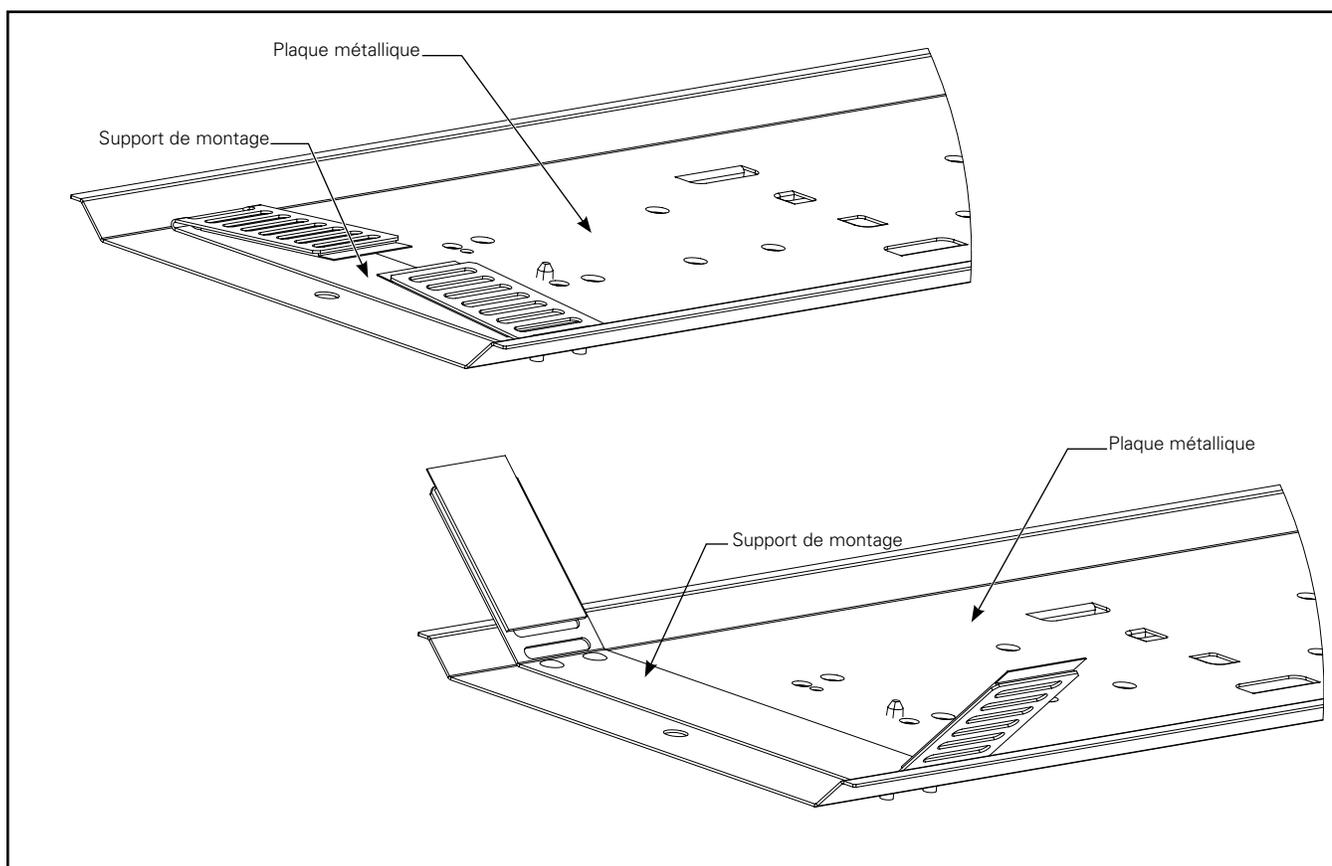

Figure 1.
4. Les supports de montage sont expédiés de l'usine en position fermée et vous devez les plier sur environ 75 degrés pour pouvoir les installer. (Figure 1.)